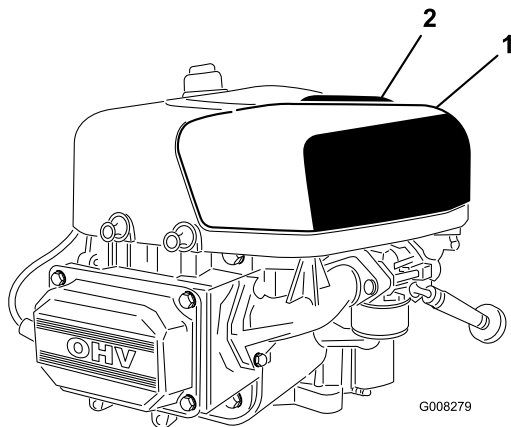

Figure 20
2. Tirez la poignée du couvercle du filtre à air et tournez-la vers le moteur (Figure 20).